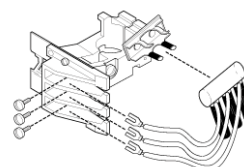

Рис. 3
3. Выньте ртутный переключатель из зажимов В (**рис. 3**).
6. Подсоедините провода переключателя к клеммной колодке А в соответствии с первоначальным положением (**рис. 3**).